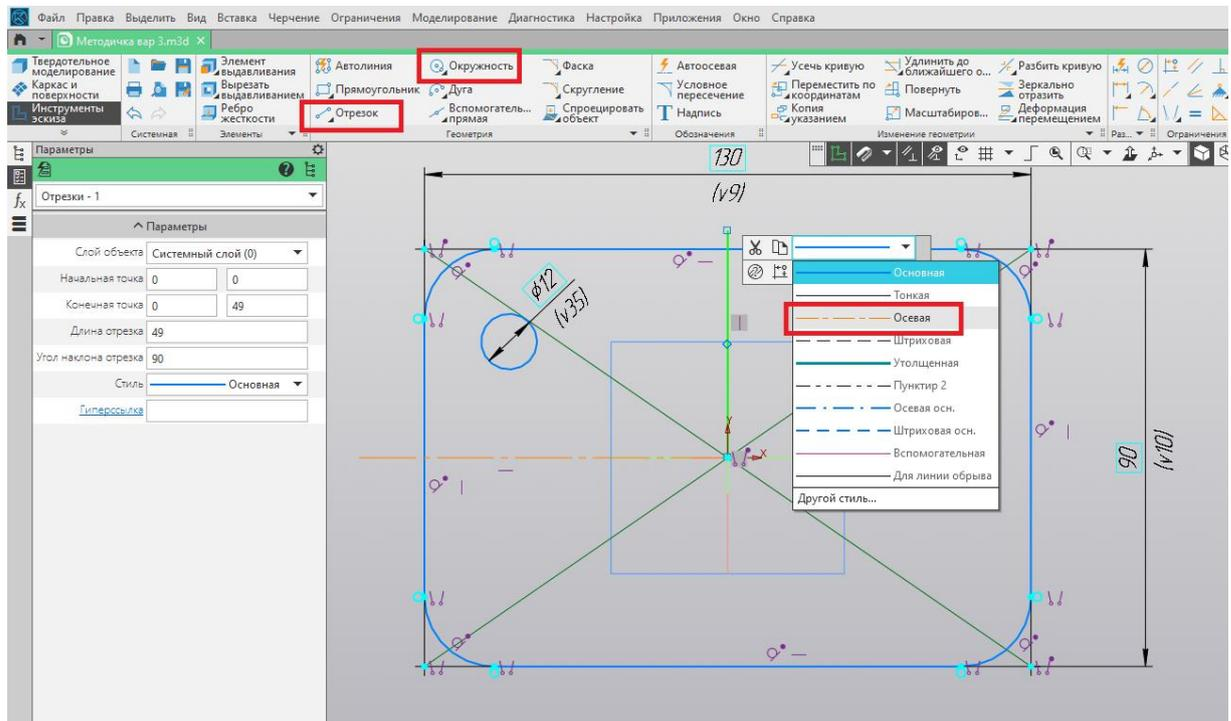

Рис. 134
6. Из начала координат проводим две осевые линии (вертикальную и горизонтальную), а также строим окружность диаметром 12 мм (рис. 134).